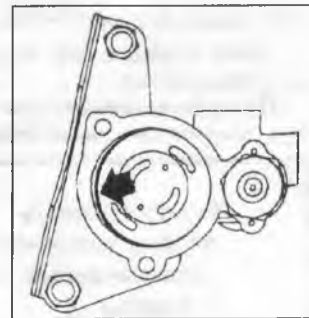

Рис. 251
5. Снимите уплотнительное кольцо (Рис.251). Не используйте уплотнительное кольцо повторно после его снятия.